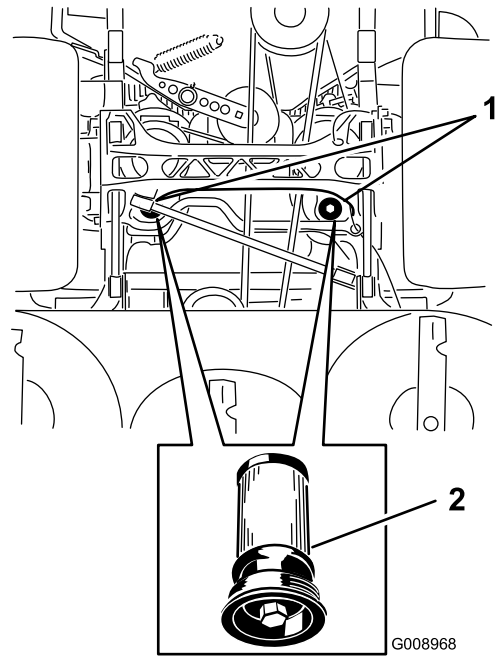

Figura 94
5. Coloque un recipiente debajo del filtro, retire el filtro usado y limpie la superficie (Figura 94).
6. Aplique una capa fina de aceite hidráulico a la junta de goma del filtro nuevo (Figura 94).